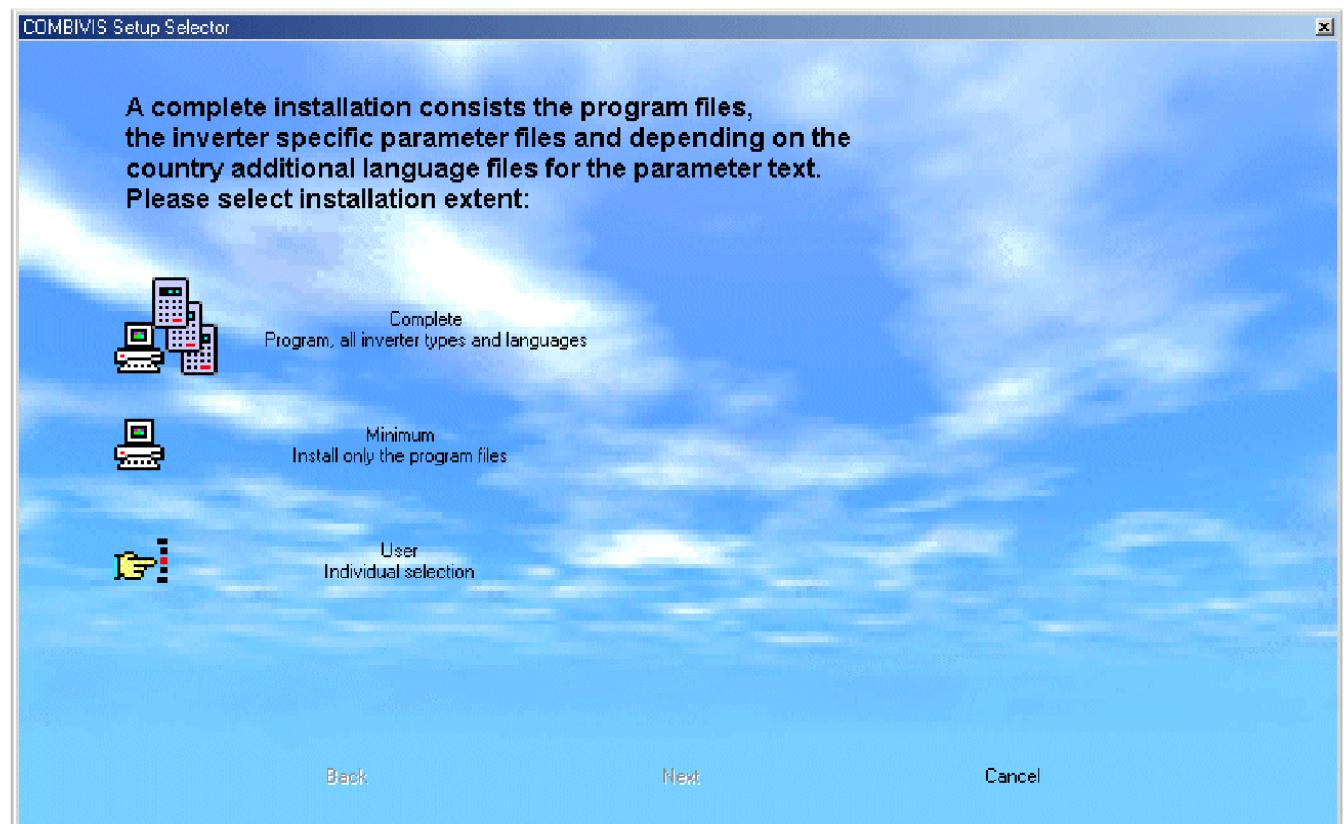

Рисунок 2
**1.3.** Окно мастера установки программы **COMBIVIS 5.5** (рис. 2) содержит следующие пункты: